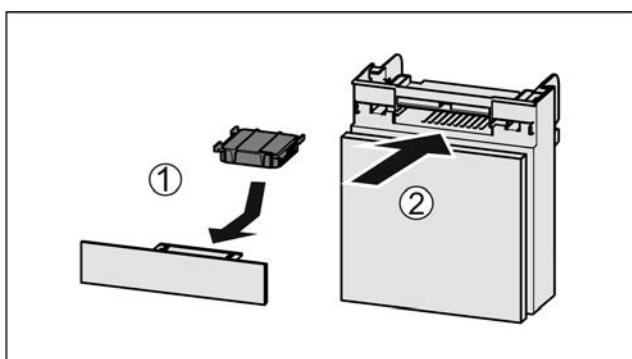

Fig. 45
- Установите фильтр с активированным углем, как показано на рисунке Fig. 45 (1).
- Вставьте отделение Fig. 45 (2).